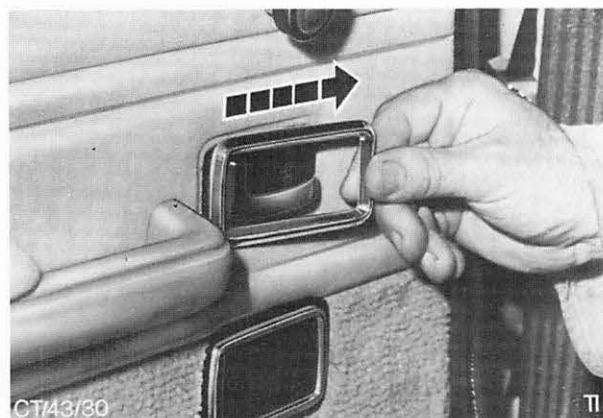

Abb. 38 Zierrahmen des inneren Türöffnungshebels abbauen.
4. Türverkleidung im Bereich um den Zierrahmen des inneren Türöffnungshebels eindrücken und Zierrahmen nach vorne schieben, damit die Krallen frei werden. Rahmen entfernen, Abb. 38.